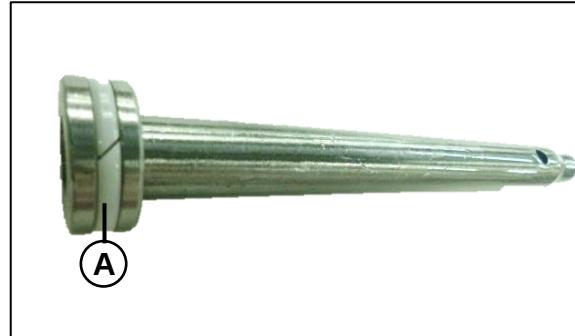

Fig. 13
Inspeccionar el estado del sello del pistón (A). **Fig. 13**